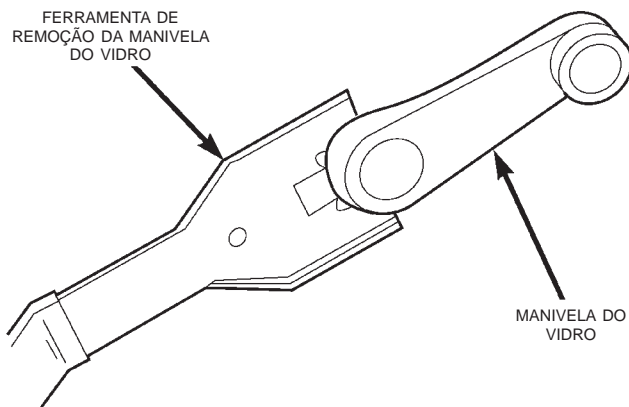

Fig. 48 Manivela do vidro—Típica
- (1) Abaixar o vidro da janela.
- (2) Remova a manivela do vidro, se equipado (Fig. 48).